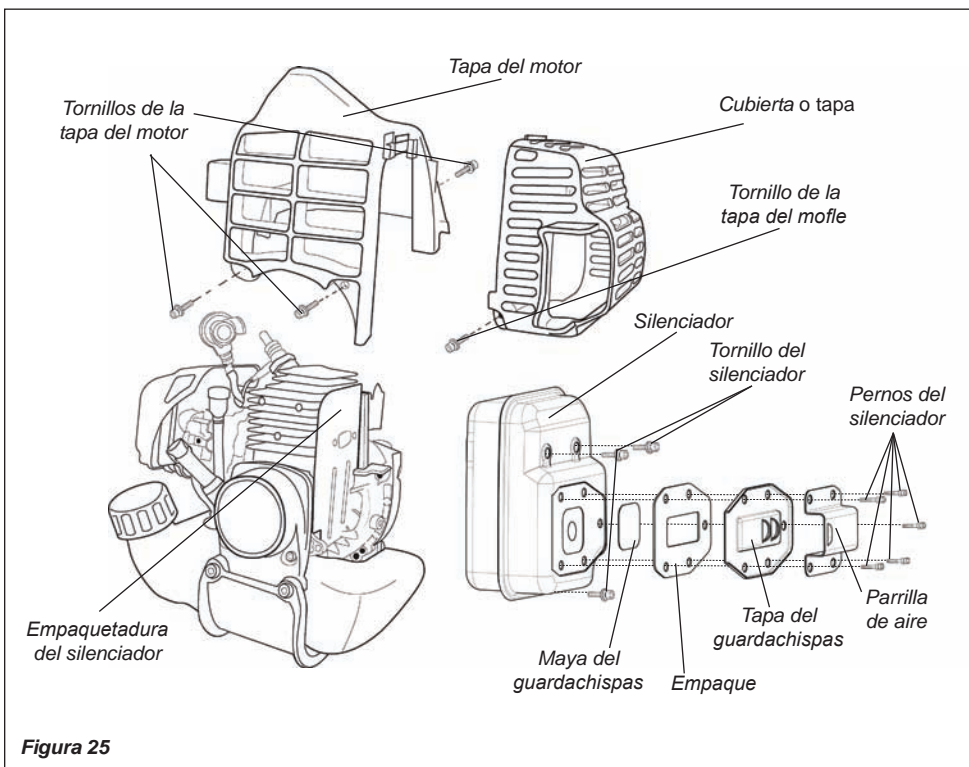

Figura 25
3. Con un destornillador de cruz a retire los cinco tornillos sosteniendo la maya guardachispas y la tapa del silenciador. Consulte la figura 25.
5. Con una llave hexagonal de 3 mm retire los pernos del silenciador y el silenciador. Consulte la figura 25.